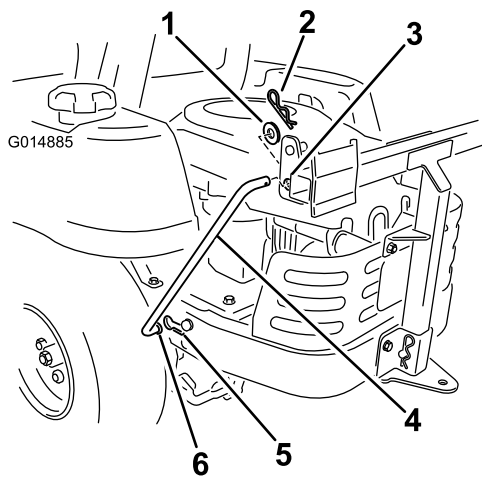

Bild 15
5. Setzen Sie an jeder Seite des Rahmens des Heckfangsystems eine Stützstange ein. Setzen Sie im vorhandenen verkeilten Schlitz im Maschinenrahmen das gebogene, flache Ende der Stange in diesen Schlitz (Bild 15). Schieben Sie die Stange nach hinten, um sie im Rahmen zu verankern.
6. Stecken Sie das gebogene Ende der Stange in den Rahmen des Heckfangsystems, siehe Bild 15. Befestigen Sie das Ende der Stange mit einer Scheibe und einem Splint.